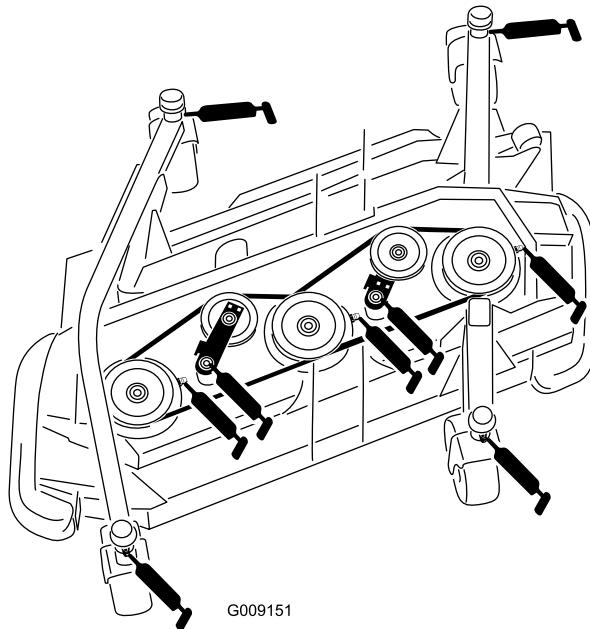

Figura 56
- Casquillo (4) del eje de la horquilla de las ruedas giratorias (Figura 56)
- Cojinetes del eje de la cuchilla (3 en cada) (situados en el alojamiento del eje) (Figura 56)
- Casquillos de los pivotes de los brazos tensores (2) (situados en el eje pivotante de cada brazo tensor) (Figura 56)